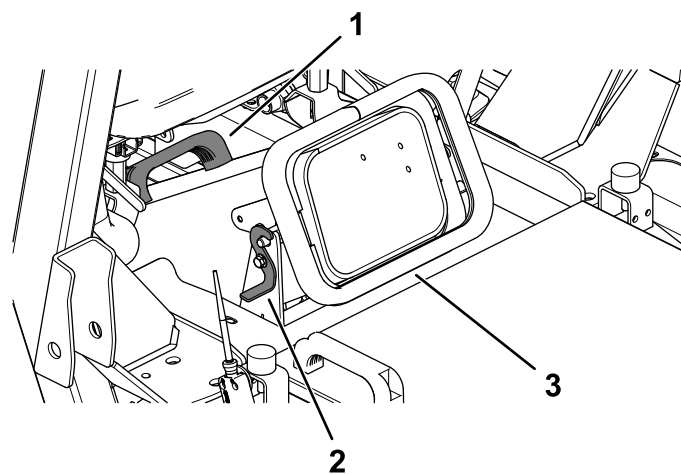

Figura 27
7. Utilizzando la maniglia sulla guida di scarico, rimuovete la guida e pulitela insieme all'apertura del piatto di taglio (Figura 27).
8. Montate la guida di scarico e fissatela con i fermi (Figura 27).
6. Sbloccate la guida di scarico (Figura 27).